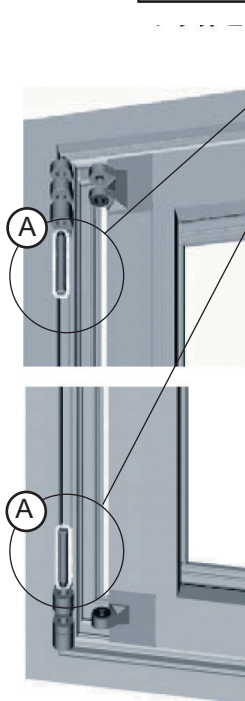

Abbildung 1
6. Zuerst das Faltschiebe-Teil am Rahmen einhängen (siehe Position gemäß der beigefügten Zeichnung Nr. 1, 2 usw.) und die beigefügten Scharnierstifte (A) mit leichten Hieben einklopfen (siehe Bild 1 und 2). Messen Sie das Scharnier, um die richtige Länge des Scharnierstiftes zu erhalten.